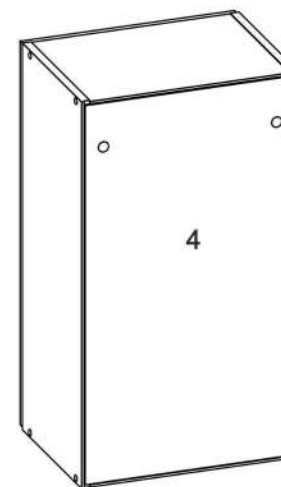

Рис. 3
- 3 Проверьте прямоугольность шкафа по диагоналям. Заднюю стенку 4 прибейте гвоздями 17 (расстояние между гвоздями 120-150 мм) к стенкам 1, 2, предварительно вставив ее в четверть (рис.3).